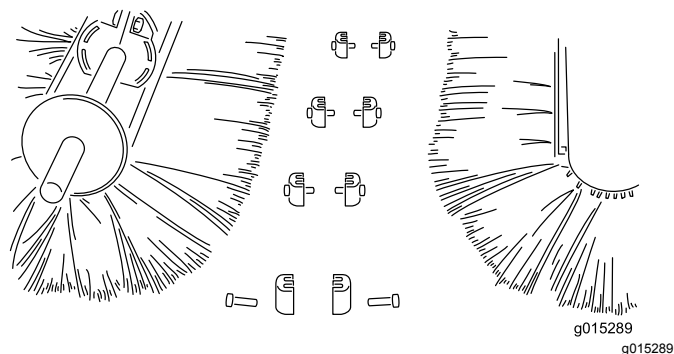

図 30
4. ブラシハーフを半分に割り、破損している部分を廃棄する 図 30。